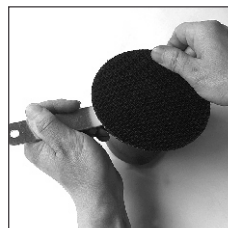

Рис. 1
3. Надежно закрепите с помощью рук шлифовальную платформу (№19), удерживая вал ключом. (см. рис. 1)